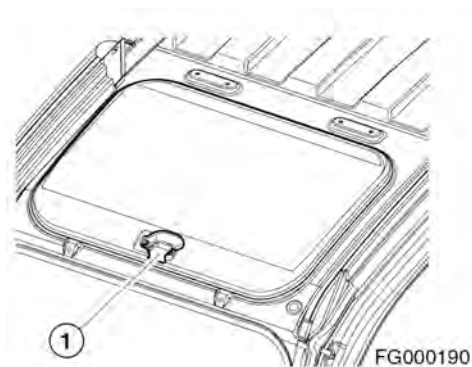

Рис. 149
3. Оттянуть задвижку (1, рис. 149) в центре крышки люка спереди и вытолкнуть ее вверх за ручку.
3. Потянуть крышку вниз за ручку (рис. 149) так, чтобы задвижка (1) защелкнулась в скобе, расположенной на раме потолка.